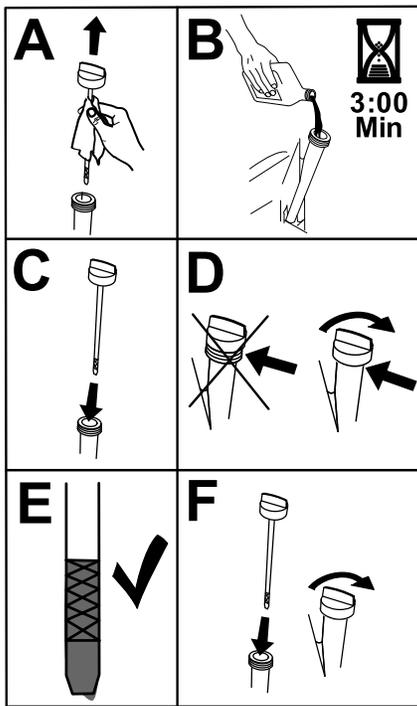

Figura 38
6. Vierta lentamente un 80 % aproximadamente del aceite especificado por el tubo de llenado, luego añada lentamente el resto del aceite hasta que llegue a la marca de Lleno (Figura 38).